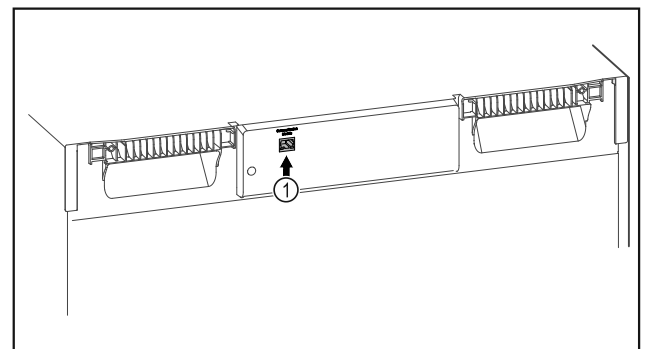

Fig. 102
- SmartModule Fig. 102 (1) on otettu käyttöön.